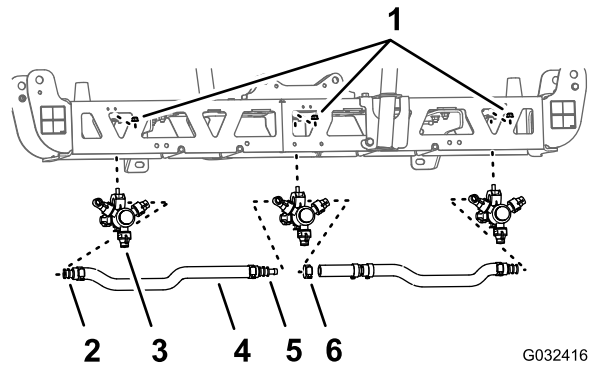
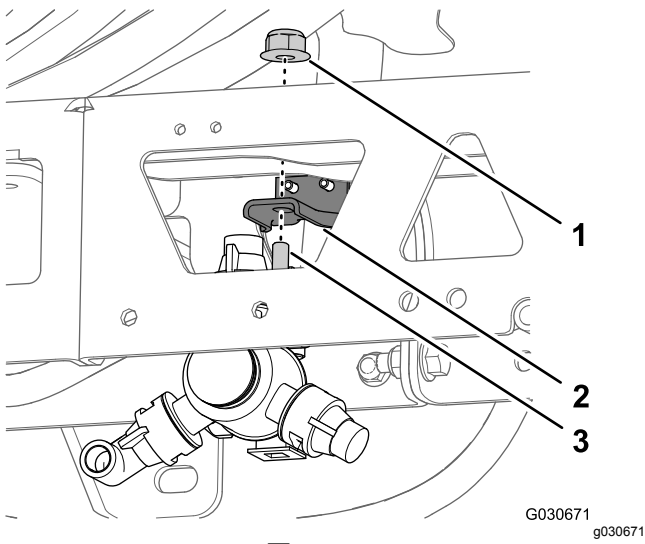

图 48
图 49
1. 在中间喷洒段拆下将喷嘴固定到喷嘴固定架的凸缘锁紧螺母图 48 和图 49。
3. 从中间喷洒段卸下喷嘴图 48 和图 49。
5. 从中间喷洒段上拆下软管内径 3/4 英寸、宝塔软管柄、夹具和宝塔 T 形接头图 48。